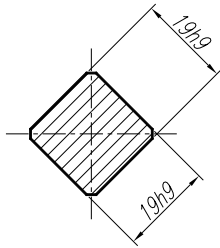

图 11-71 修改尺寸后缀
3) 修改尺寸后缀。执行命令 DDEDIT, 选择所要编辑的对象后, 修改文字后确定, 结果如图 11-71 所示。